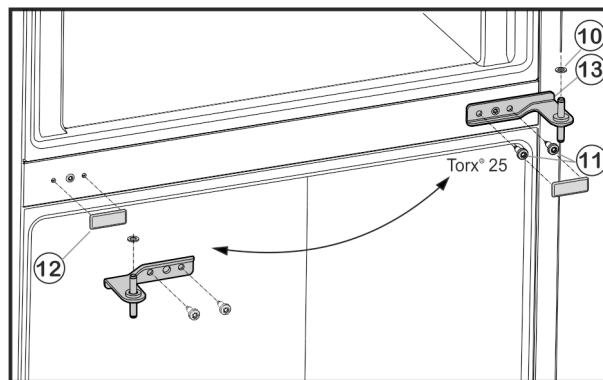

Fig. 6
- ▶ Odšroubujte upevňovací šrouby Fig. 6 (11) (2 x Torx® 25) a stojan ložiska uprostřed vytáhněte ze spodních dvířek.
- ▶ Vyměňte plastovou podložku Fig. 6 (10).
- ▶ Kryt Fig. 6 (12) opatrně stáhněte.
- ▶ Kryt Fig. 6 (12) opět nasadte na protilehlé straně.
- ▶ Prostřední stojan ložiska *Fig. 6 (13)* otočený o 180° nasadíte do spodních dvířek a našroubujte jej pomocí upevňovacích šroubů *Fig. 6 (11)* (2 x Torx® 25) pevně na novou stranu závěsu dveří (**4 Nm**).
- ▶ Opět nasadíte plastovou podložku *Fig. 6 (10)*.
- ▶ Horní dvířka usadíte na prostředním ložiskovém čepu *Fig. 6 (13)*.